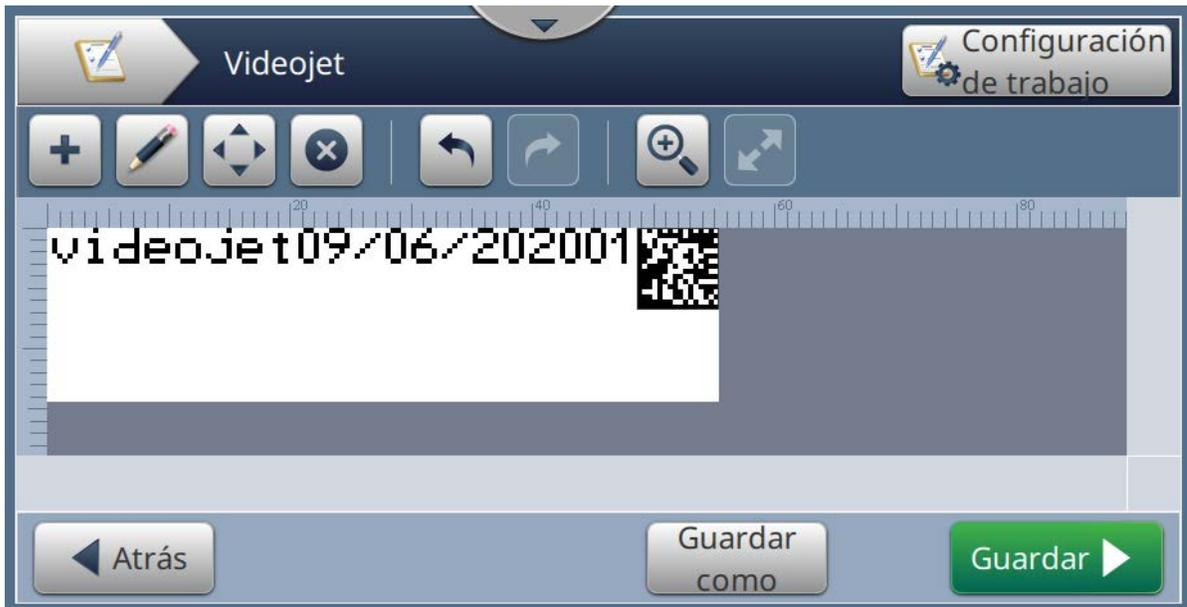

Figura 6-14: Pantalla Editor de trabajos
16. Pulse el botón  para guardar los cambios. Se abrirá la pantalla Editor de trabajos, como se muestra en la Figura 6-14.